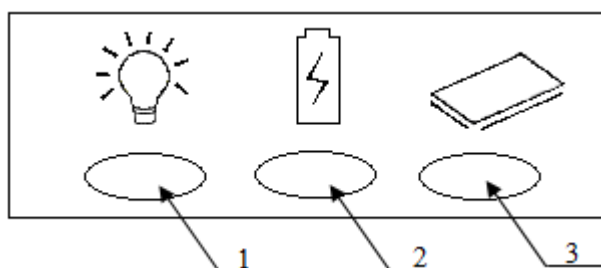

Рисунок 3. Панель индикации
1. Панель индикации (подробнее смотрите рисунок 3).